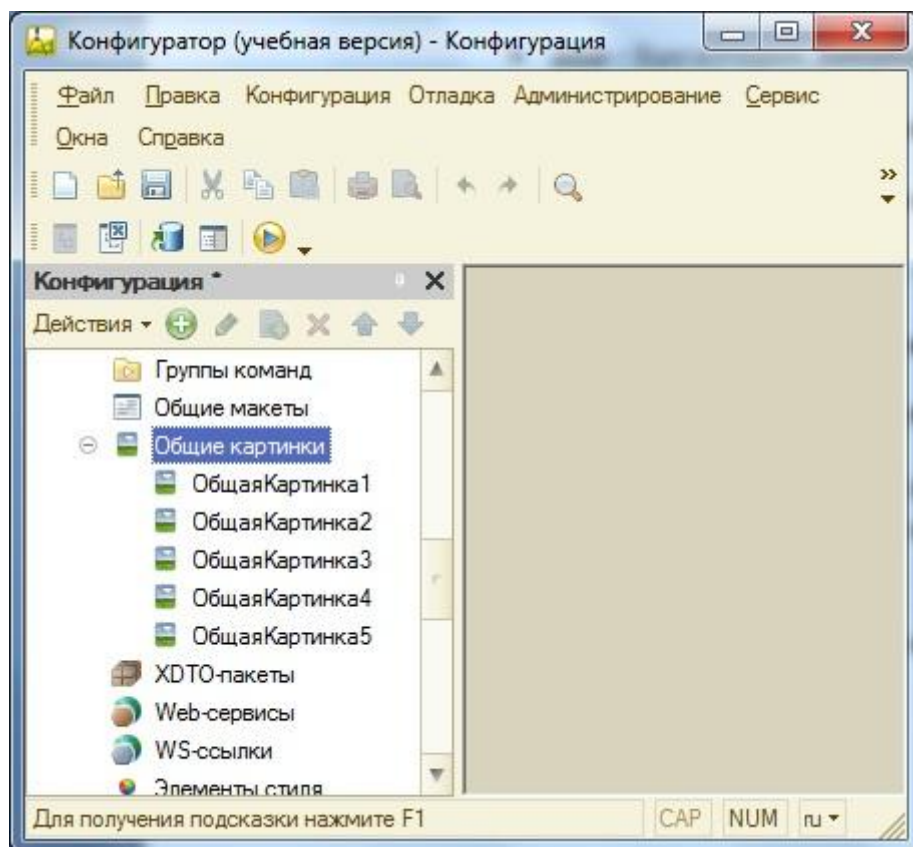

Рисунок 16 Дерево конфигурации, узел «Общие – Общие картинки»
- Проверьте в пункте **Общие – Картинки** наличие добавленных Вами картинок (рис. 16).